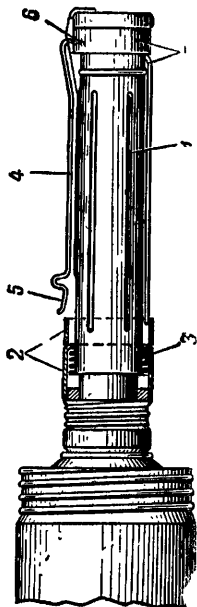

Рис. 16. Положение частей и механизмов при взмахе гранатой для броска:
**33. При метании гранаты.** Граната для метания берется за рукоятку в руку, предохранительная чека выдергивается, и граната бросается в цель. При выдергивании чеки подвижная муфта и откидная планка расцепляются. При взмахе для броска корпус гранаты вместе с подвижной муфтой отходит от корпуса рукоятки, сжимая пружину подвижной муфты и освобождая шарик и пружинный конец откидной планки (рис. 16).